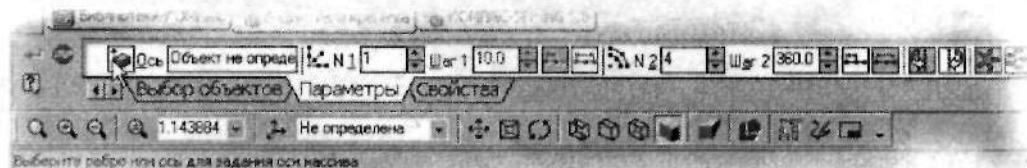
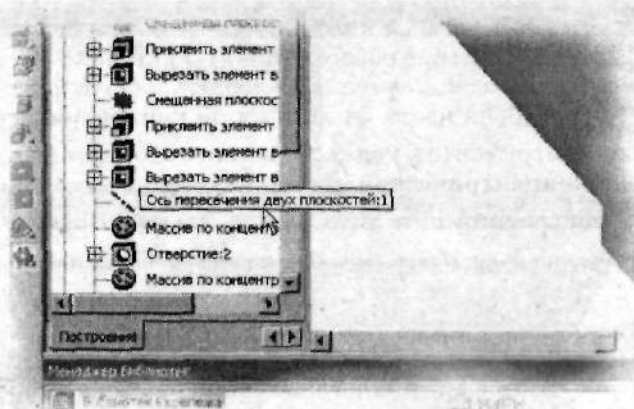

Рис. 3.61. Щелкните по кнопке *Ось массива*
Рис. 3.62. В Дереве построений щелкните по заголовку Шпилька
11. Далее необходимо выбрать *ось задания массива*. Такой осью может послужить ось детали *Корпус2*. На **Панели свойств** щелкните левой клавишей мыши по кнопке **Ось массива** (кнопка поменяет изображение) (рис. 3.61). Затем, раскрыв пункты заголовка *Корпус2*, щелкните мышью по заголовку **Ось пересечения двух плоскостей** (рис. 3.62).